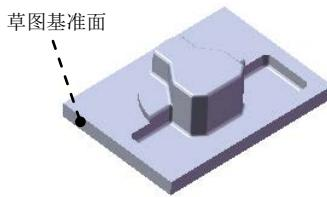

图 16.2.22 切除—拉伸 3
Step14. 创建图 16.2.22 所示的切除—拉伸 3。
(1) 选择命令。选择下拉菜单 **插入(I)** → **切除(C)** → **拉伸(E)...** 命令。
(2) 定义特征的横断面草图。
① 定义草图基准面。选取图 16.2.22 所示的表面作为草图基准面。